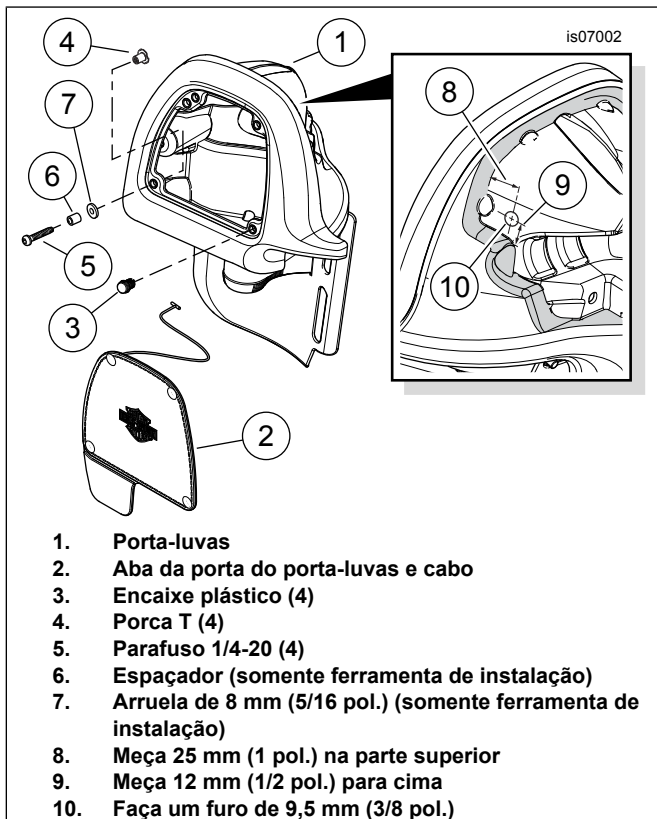

Figura 1. Prepare o porta-luvas para a instalação do alto-falante (lado esquerdo mostrado)
1. Veja Figura 1. Remova a aba da porta do porta-luvas e o cabo (2) do porta-luvas (1) na parte inferior da carenagem. Corte a parte traseira dos quatro encaixes plásticos (3), remova a frente do porta-luvas e descarte.